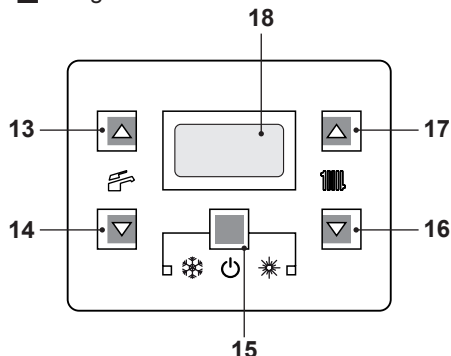

Figura 2.5
- Tenere premuto per 2 secondi il tasto 15 fino a far apparire sul display il simbolo  Figura 2.5.
La temperatura dell'acqua calda di mandata riscaldamento è regolabile agendo sui tasti 16 (diminuzione) e 17 (aumento) (Figura 2.5) da un minimo di circa 25°C ad un massimo di circa 85°C. Alla prima pressione di uno dei due tasti si ha la visualizzazione del valore di "set", alla seconda pressione si accede alla modifica.
Comunque se la temperatura ambiente non dovesse essere confortevole si può aumentare o diminuire la temperatura di mandata dell'impianto riscaldamento di $\pm 15^{\circ}\text{C}$ agendo sui tasti 16 (diminuzione) e 17 (aumento) (Figura 2.5).
La temperatura dell'acqua calda sanitaria contenuta nel bollitore può essere regolata ad un massimo di circa 60°C , agendo sui tasti 13 (aumento) e 14 (diminuzione) (Figura 2.5).
La temperatura dell'acqua di mandata del serpentino bollitore può essere variata agendo sui tasti 13 (aumento) e 14 (diminuzione) (Figura 2.5).